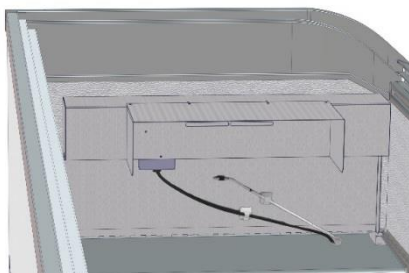

Fig.15 Support du ventilateur
- 7. Si nécessaire, nettoyez le support du ventilateur (cf. Fig. 15), pour ce faire, rabattez celui-ci et nettoyez les surfaces sous-jacentes avec précaution à l'aide d'un chiffon humide.